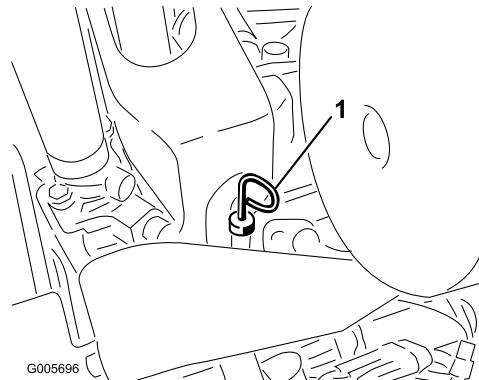

Figura 26
2. Retire a vareta (Figura 26), limpe-a e volte a colocá-la. Retire a vareta e verifique o nível do óleo. O nível de fluido deve situar-se na marca FULL da vareta.